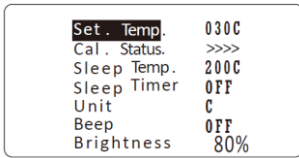

图 6
3.2 当 Cal. Status 显示“>>>>”(见图 6)，表示焊台温度已被校准调高过。